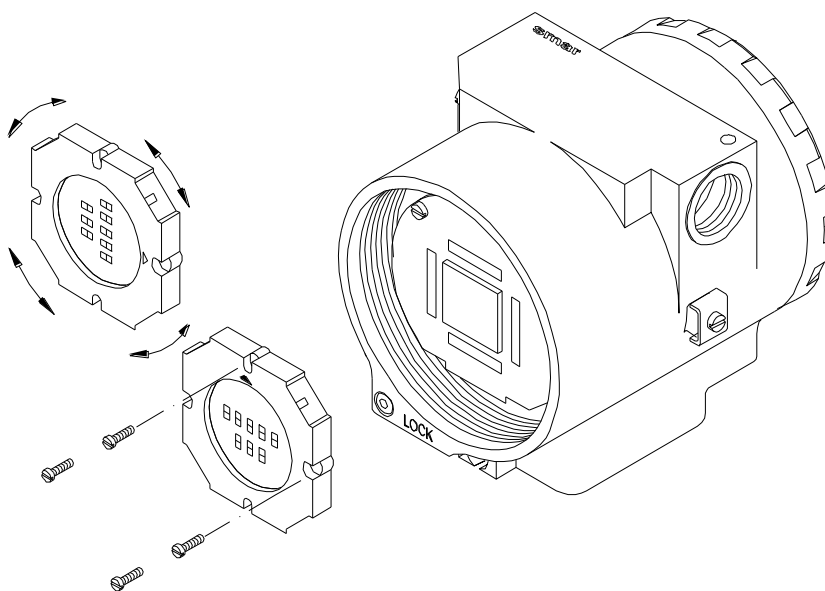

Figura 5.2 – Quatro Posições Possíveis do Display
- Coloque a placa de entrada (9) na carcaça (11);
- Fixe a placa de entrada com seus parafusos (8);
- Coloque a placa principal (6) dentro da carcaça, assegurando que todos os pinos de conexão estão conectados. Prenda a placa principal com seus parafusos (5);
- Conecte o display (4) à placa principal, observando a posição de montagem (veja Figura 5.2). O ponto marcado com o símbolo “▲” deve ser posicionado para cima conforme a direção desejada;
- Prenda o display com seus parafusos (3);
- Rosqueie a tampa (1) e trave-a usando o parafuso de trava (10).